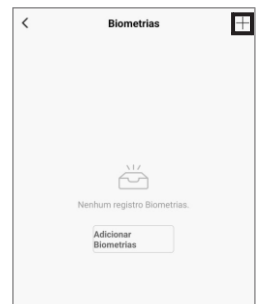

Figura 19
6. Agora, clique no botão **"Iniciar cadastro"** (figura 19) para começar o processo de cadastramento da biometria.